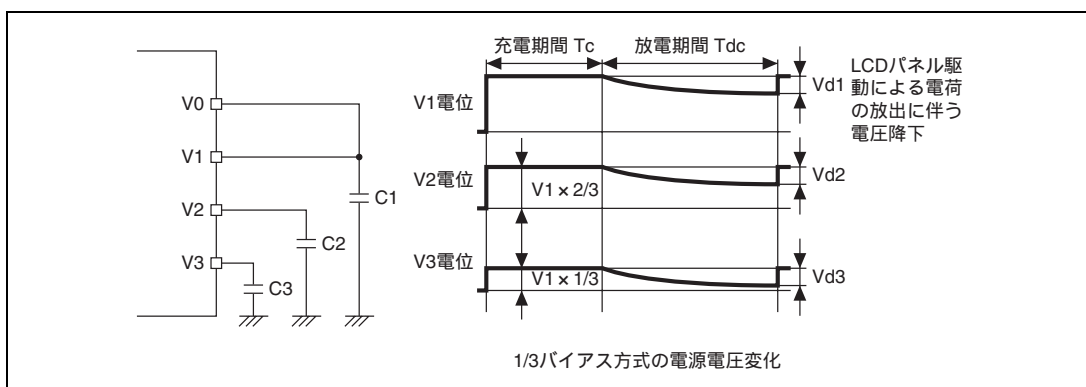

図 13.10 低消費電力 LCD 駆動方式動作例
1. 図13.10に示すように、LCD電源端子のV1、V2、V3にコンデンサを外付回路として接続します。
2. V1、V2、V3に接続されたコンデンサは図13.10に示すような周期で充電と放電を繰り返し、電位を保持します。
1. 図中の充電期間 T_c の間、V1、V2、V3端子には図13.10に示すような電位 (V2はV1の3分の2、V3はV1の3分の1の電位) が内蔵分割抵抗により分圧され、外付コンデンサのC1、C2、C3を充電します。この期間もLCDパネルは駆動されています。
4. このようにしてV1、V2、V3に接続されたコンデンサは図13.10に示すような周期で充電と放電を繰り返し、電位を保持しながらLCDパネルを駆動し続けます。